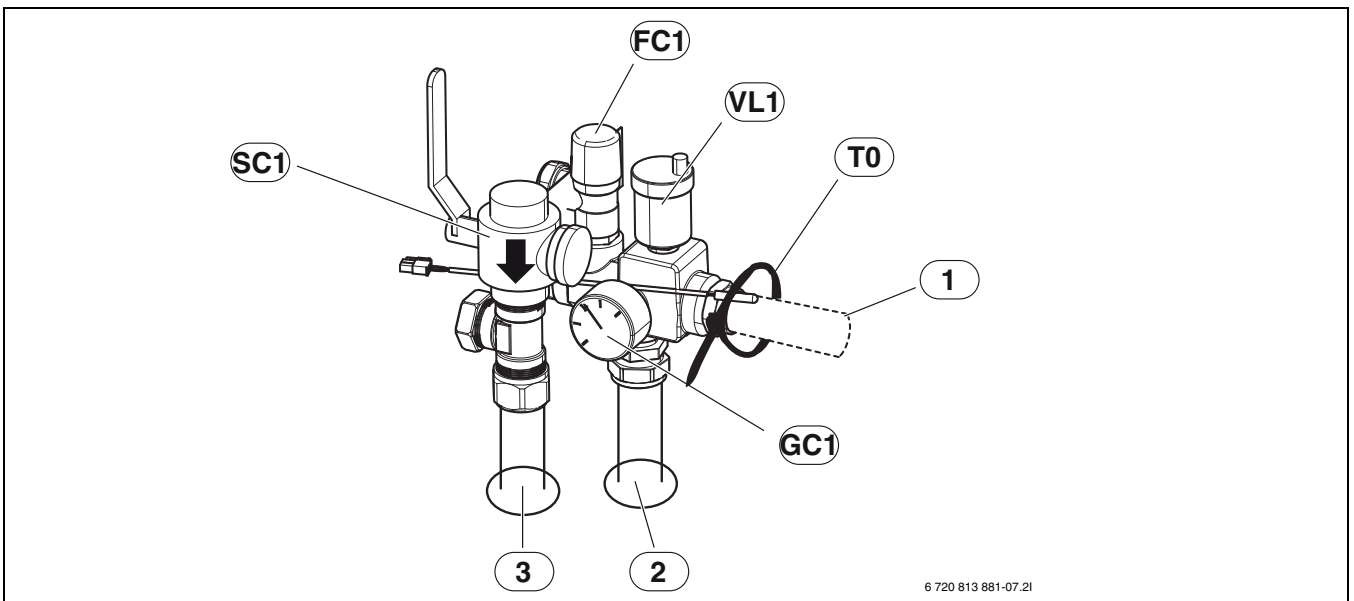

Fig. 9 Montert sikkerhetsgruppe, uten bypass
- ▶ Monter først partikkelfilter ([SC1], fig. 9) på T-stykke.
- ▶ Monter turtemperaturføleren ([T0], fig. 9) og fest den med kabelstrips.